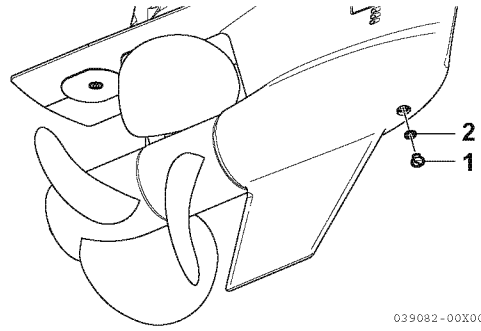

Abbildung 11
5. Öleinfüll-/ablassstopfen (1, **Abbildung 11**) und Dichtung (2, **Abbildung 11**) entfernen.